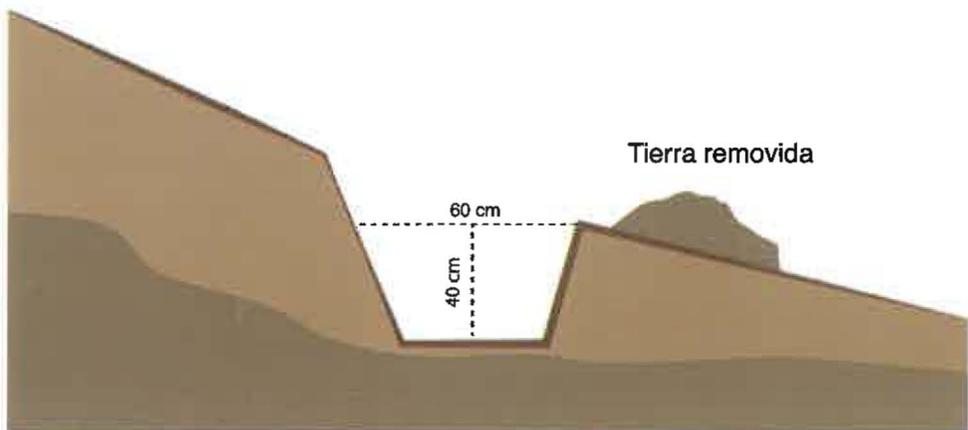

Figura 3. Excavación de acequias o zanjas a nivel o desnivel. Fuente: CATIE.
2. Excave la zanja hasta una profundidad de 40 a 50 cm. Posteriormente, ensánchezela en la parte superior, para evitar que se derrumben las paredes o taludes (Figura 3).